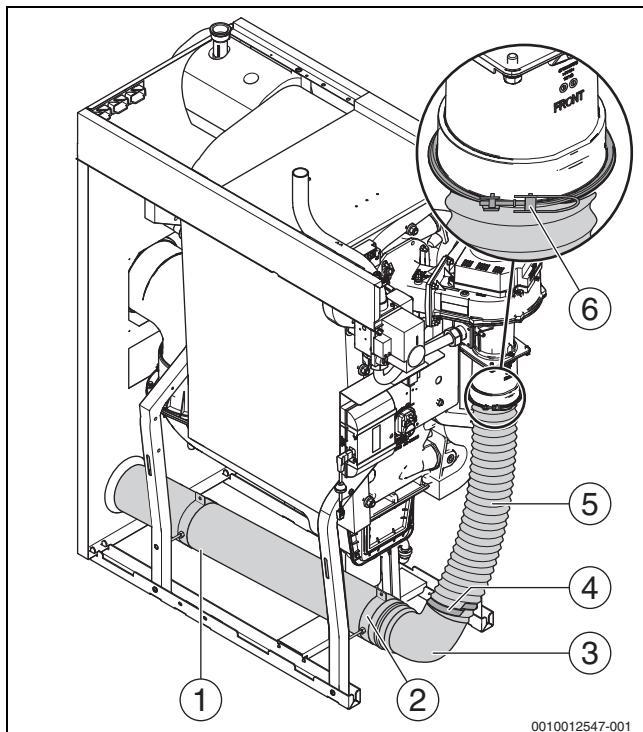

Bild 14 Zubehör-Set für raumlufturnabhängigen Betrieb
- ▶ Adapter (→Bild 14, [6]) auf Ansaugstutzen des Brenners montieren und mit Klappschelle sichern.